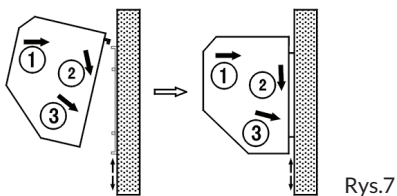

Rys.5
- Usunąć części plastikowe (jeśli śruby są przykryte plastikowymi zaślepkami) odkręcić śruby w celu usunięcia panelu montażowego z tyłu obudowy. Rys. 5.